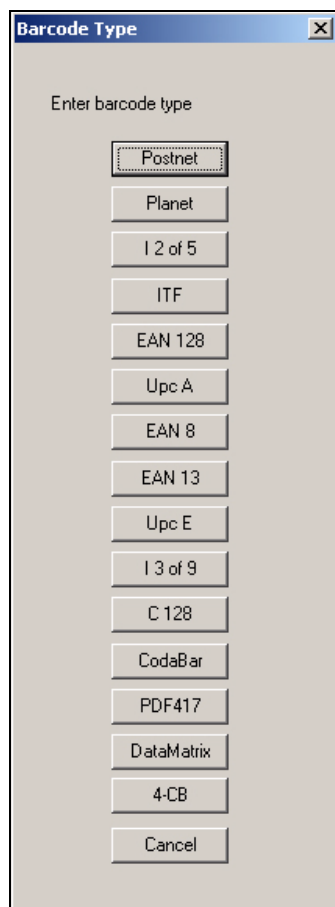

Рисунок 4-18: Выбор типа штрихового кода
- 4 Когда откроется окно *Barcode Type* , выбрать тип штрихового кода, который необходимо создать для печати. (см. Рис. 4-18 на стр. 4-17).